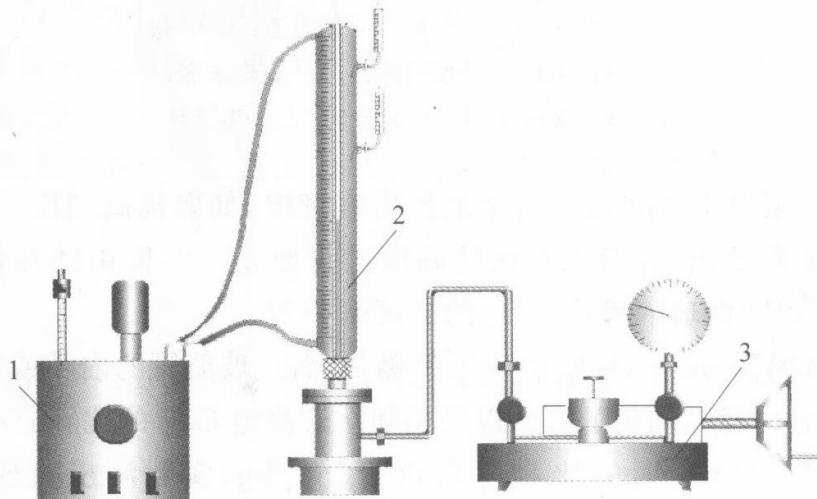

图 1-1 二氧化碳 $P\text{-}V\text{-}T$ 关系测定实验系统
- (1) 整个装置由压力台、恒温器和本体 3 部分组成，如图 1-1 所示。